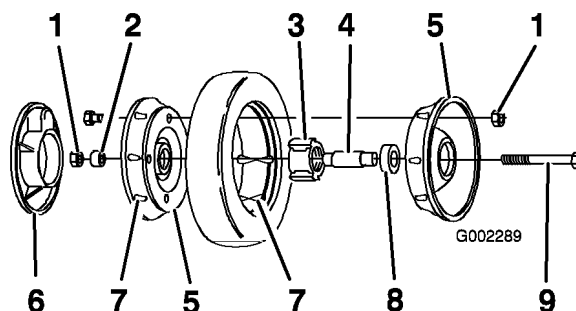

Figura 29
3. Togliete il bullone, il distanziale della ruota e il dado di bloccaggio che fissa la ruota al braccio orientabile (Figura 29).
4. Separate le semiruote dal pneumatico togliendo le quattro viti a testa cilindrica e i quattro dadi di bloccaggio (Figura 29).
Nota: Se volete togliere i cuscinetti dal gruppo cuscinetto-mozzo, premete sul distanziale del cuscinetto (Figura 29).
1. Collocate il pneumatico su una semiruota allineando le sporgenze (Figura 29).
2. Collocate il gruppo cuscinetto-mozzo nel foro centrale della semiruota. Verificate che i piedi del mozzo si trovino sulla flangia del foro (Figura 29).
3. Collocate l'altra semiruota sul gruppo cuscinetto-mozzo, ed allineate la ruota e le sporgenze del pneumatico con i fori di montaggio (Figura 29).
4. Unite le semiruote, senza stringere molto, usando due viti o bulloni completamente filettati (1/4-20 x 1,50 poll.) e dadi senza blocco. Montate le viti o i bulloni nei fori opposti (Figura 29).
per ottenere un serraggio uniforme, finché le semiruote non si toccano (Figura 29).
6. Montate negli altri fori delle semiruote i due bulloni e i due dadi di bloccaggio tolti in precedenza, e serrateli. Togliete i due bulloni lunghi e sostituiteli con due bulloni e due dadi di bloccaggio (Figura 29).
7. Montate la ruota sul braccio orientabile utilizzando i bulloni, un distanziale ed un dado di bloccaggio. Verificate che il distanziale si trovi fra il mozzo e il braccio orientabile (Figura 29).